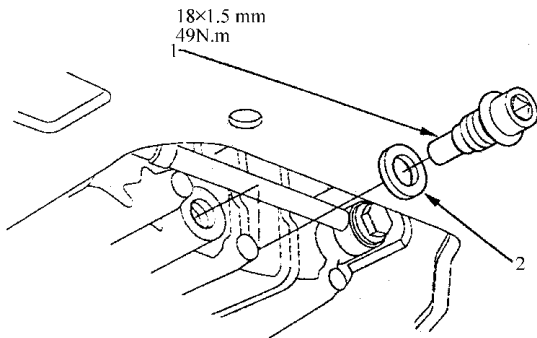

图 5-50 拆卸排放塞
2) 如图 5-50 所示，拆卸排放塞，并将自动变速器油(ATF)排空。